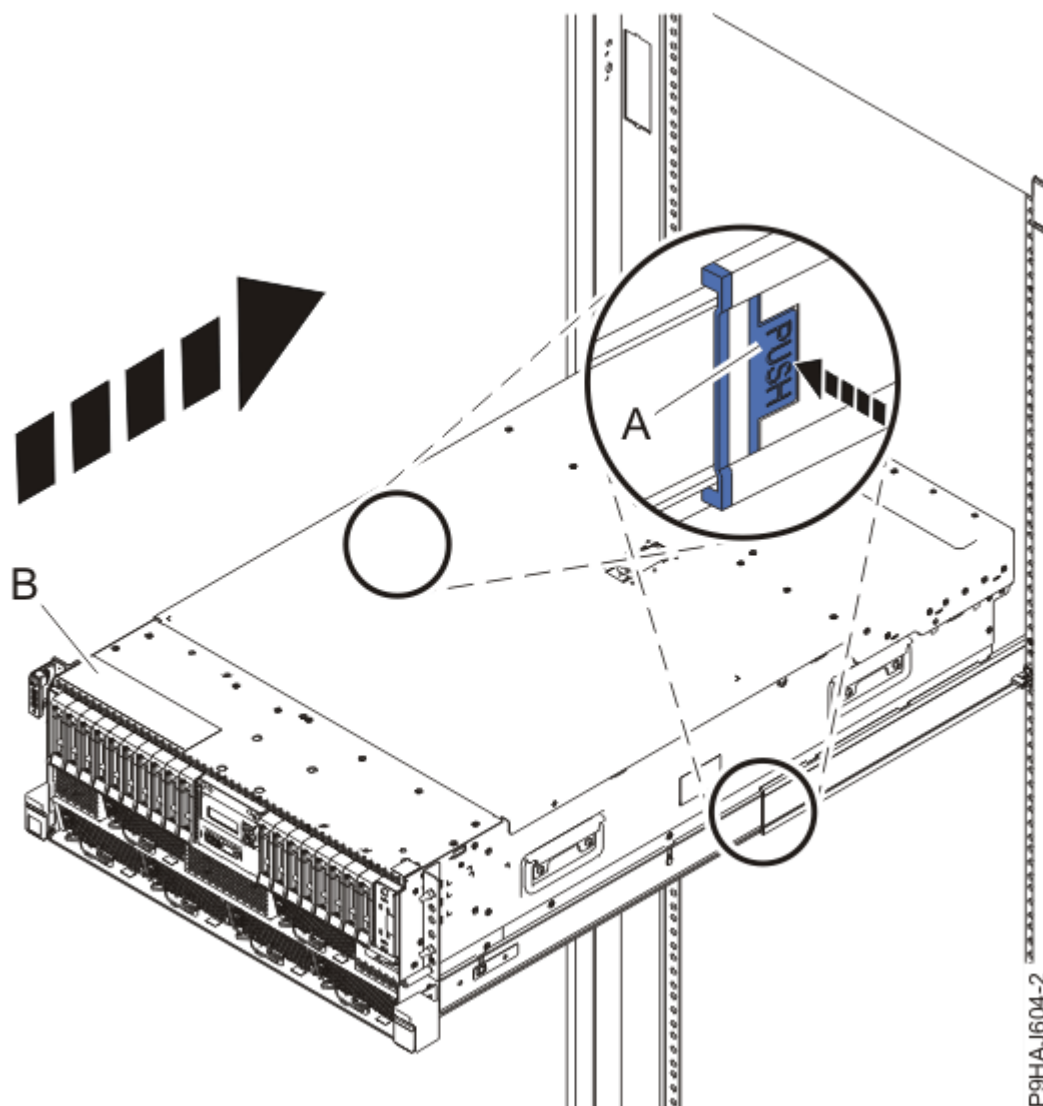

Figure 31. Mise en position de fonctionnement du système
2. Pour un système monté en armoire, déverrouillez les loquets de sécurité bleus **(A)** en les poussant vers l'intérieur, comme illustré dans la Figure 31, à la page 34.